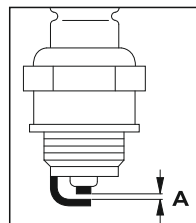

Рис. 70
- Очистите загрязненную свечу зажигания (рис. 70).
- Проверить расстояние между электродами (рис. 70, поз. А) и, если необходимо, отрегулировать, значение расстояния – см. раздел «Технические характеристики».